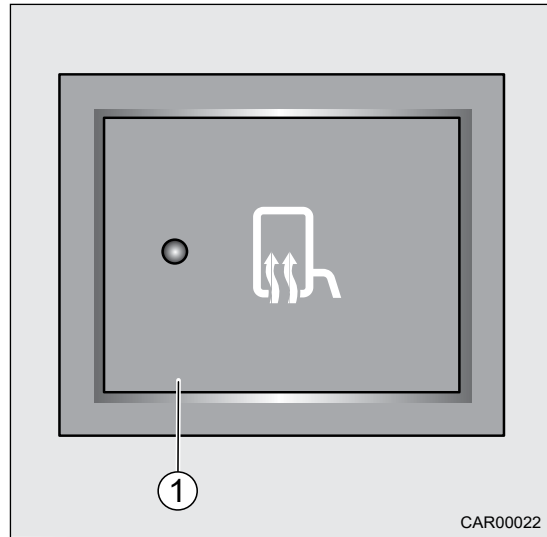

Fig. 31 Chauffage de rétroviseur Iveco
1. Appuyer sur le commutateur (Fig. 31, pos. 1).